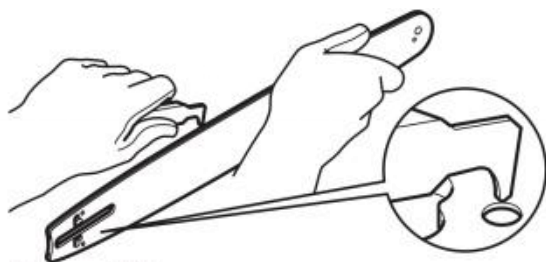

Fig. 71
4. Entfernen Sie Rückstände von den Schienen der Führungsschiene (C13) mit einem Schraubendreher, Spachtel, einer Drahtbürste oder einem ähnlichen Werkzeug. Dadurch bleiben die Ölkanäle frei und gewährleisten die ordnungsgemäße Schmierung der Führungsschiene (C13) und der Sägekette (C12) (Abb. 71).